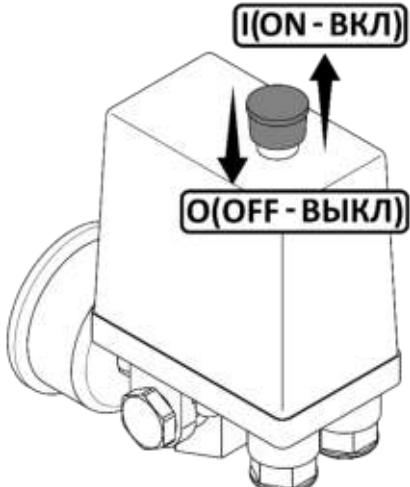

Рисунок 4
- Проверьте, чтобы выключатель на прессостате находился в выключенном положении "OFF" или "О", в зависимости от исполнения (см. рисунок 4).
- Включите компрессор выключателем на прессостате и сразу же выключите. Для этого необходимо переключить выключатель в положение "I" или "ON", в зависимости от исполнения (см. рисунок 4)
- 1 Выключить компрессор выключателем на прессостате. Для этого необходимо переключить выключатель в положение "О" или "OFF", в зависимости от исполнения (см. рисунок 4). После этого остановится электродвигатель и произойдет сброс давления из нагнетательного воздухопровода и поршневого блока.
- 1 Переключите выключатель на прессостате в положение "О" или "OFF", в зависимости от исполнения (см. рисунок 4).